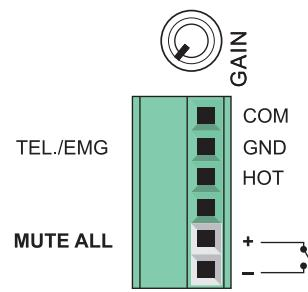

Fig. 4.8.1
Chiudendo i contatti della morsettiera **MUTE ALL (25)** - vedi Fig. 4.8.1. verranno tacitati tutti gli ingressi (funzione prevista per eventuale situazione di emergenza in modo da ammutolire il dispositivo collegato) l'attivazione del contatto **MUTE ALL** viene segnalata tramite il LED frontale **CALL** (7).